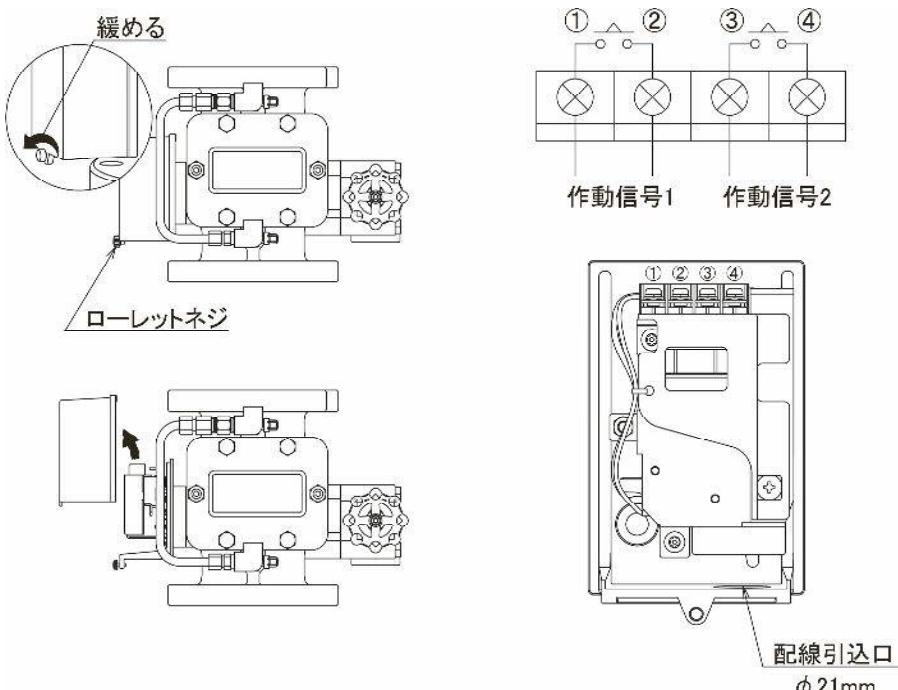

図10
接点容量は下表のとおりです。この範囲内でご使用ください。2a接点仕様ですので、結線は下図10に示す端子番号①ー②、または③ー④に接続してください。端子台への配線引込口は $\phi 21\text{mm}$ です。